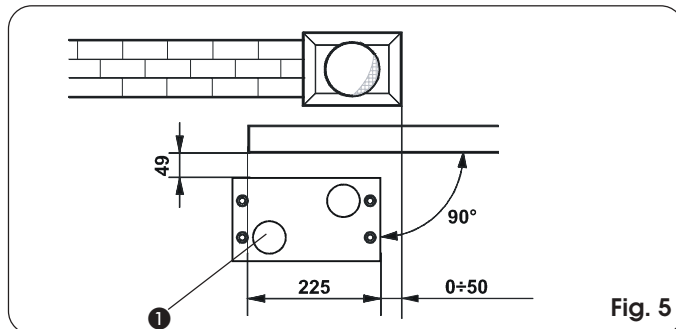
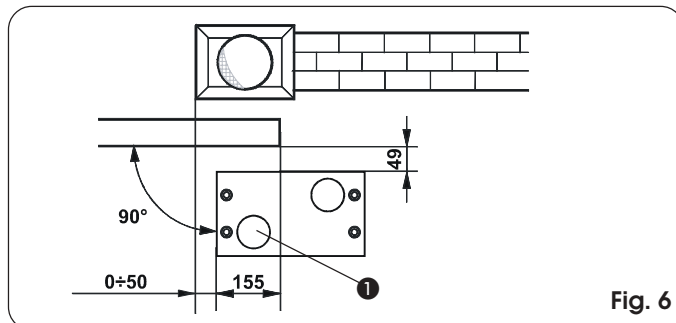

Fig. 5
Fig. 6
- 2) La piastra di fondazione deve essere posizionata come da Fig. 5 (chiusura destra) o Fig. 6 (chiusura sinistra) per garantire il corretto ingranamento tra il pignone e la cremagliera.